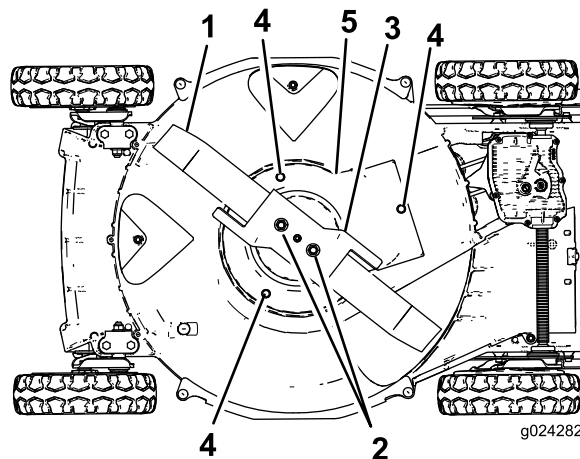

Figura 37
6. Rimuovete i 2 dadi della lama, l'acceleratore e la lama (Figura 37).
7. Rimuovete le viti che fissano il carter della frizione del freno della lama al sottoscocca del tosaerba (Figura 37).